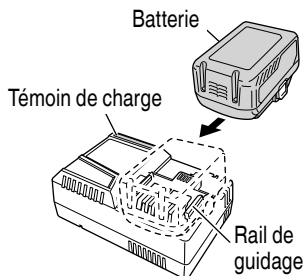

Fig. 8
2. Insérer la batterie dans le chargeur de batterie. Insérez fermement la batterie dans le chargeur, comme cela est indiqué dans la Fig. 8.